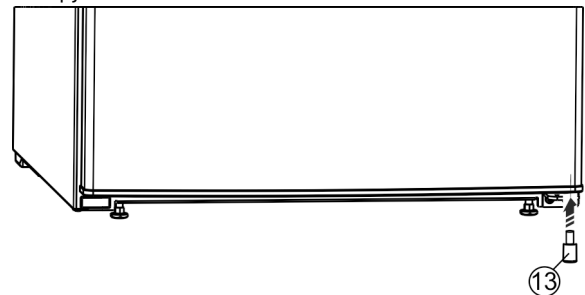

Fig. 26 \*
- ▶ Vendosni përsëri në vend pjesën distancuese Fig. 26 (13) djathtas poshtë në derë, sepse është e rëndësishme për qëndrueshmërinë e pajisjes.\*